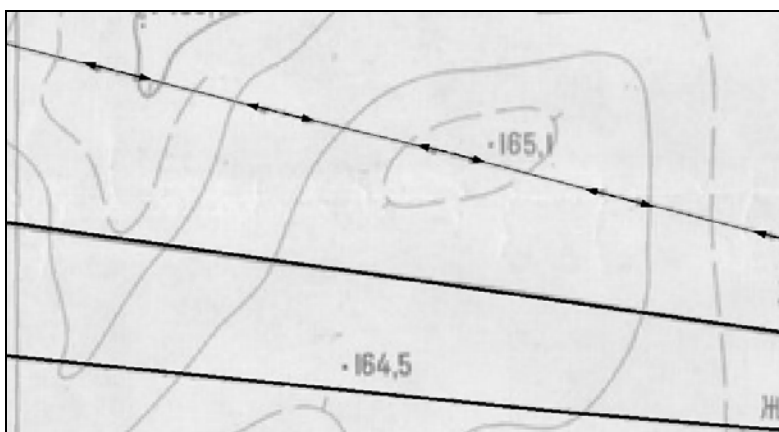

Рис. 3.1. Пример создания линейных объектов
3.4. Оцифруйте все линейные объекты, изображенные на растре. При необходимости построения криволинейного объекта ситуации, воспользуйтесь командой СИТУАЦИЯ – ЛИНЕЙНЫЙ ОБЪЕКТ – СПЛАЙНАМИ ПО ТОЧКАМ (рис. 3.1).